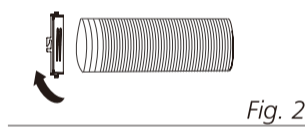

Fig. 2
- 1 Estenda ambos os lados da mangueira (Fig. 1) e aparafuse a entrada da mangueira (Fig. 2).